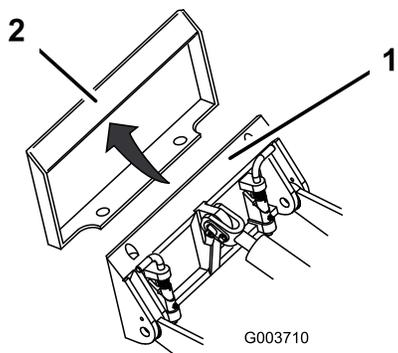

Figura 27
4. Posizionate la piastra di appoggio sul bordo superiore della piastra ricevente dell'accessorio (Figura 27).